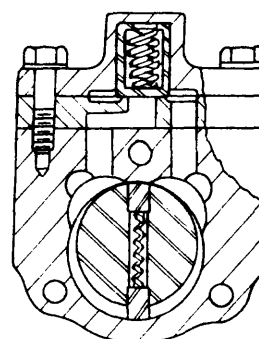

Fig. 4
*Bomba de Transferencia de Paletas (fig. 4)*